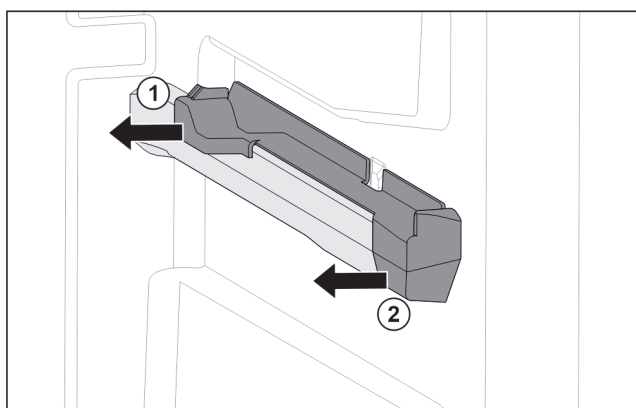

Fig. 140 右侧容器肋梁上的插装件
- ▶ 将插装件后部拉到一侧。 Fig. 140 (1)
- ▶ 将插装件前部拉到一侧。 Fig. 140 (2)